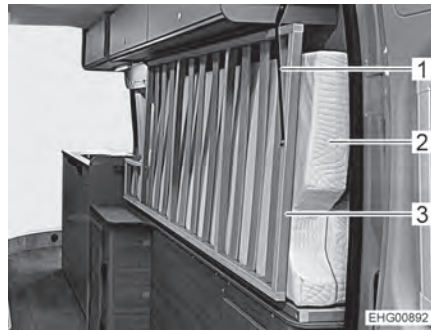

Fig. 45 Cama derecha en posición de transporte
- Plegar longitudinalmente el colchón (Fig. 45,2) de la cama derecha (visto en la dirección de marcha) y empujarlo completamente hacia fuera de pie sobre su borde (véase Fig. 45).
- Plegar el somier (Fig. 45,3) de la cama derecha hacia arriba.
- Retener el extremo trasero del somier con la cinta de sujeción (Fig. 45,1).